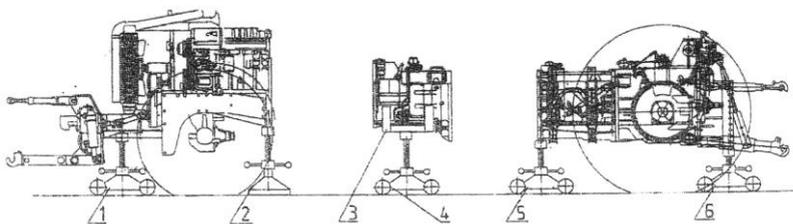

Рисунок 2 - Демонтаж корпуса сцепления
- подведите до полного контакта опору винтовую 5 под корпус коробки передач (рисунок 2);